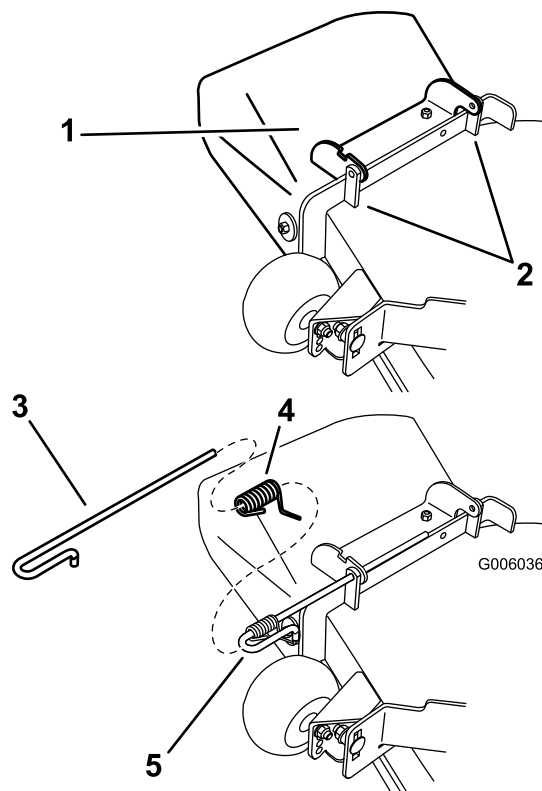

Figura 69
1. Sganciate la molla dalla tacca presente sulla staffa del deflettore e fate scorrere l'asta per estrarla dalle staffe saldate del piatto di taglio, dalla molla e dal deflettore di scarico (Figura 69). Togliete il deflettore di scarico se è danneggiato o consumato.
2. Posizionate il nuovo gruppo deflettore di scarico con le estremità delle staffe collocate tra le staffe saldate al piatto come illustrato nella Figura 69.